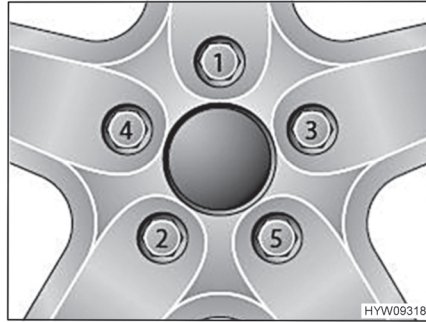

Bild 90 Radmuttern oder Radschrauben über Kreuz festziehen
- Radmuttern oder Radschrauben in der Reihenfolge, die in Bild 90 gezeigt ist, festziehen. Dazu einen Drehmomentschlüssel verwenden und das vorgeschriebene Anziehdrehmoment einhalten (siehe Abschnitt 13.5).
- Radmuttern oder Radschrauben regelmäßig auf festen Sitz prüfen. Radmuttern oder Radschrauben eines ausgewechselten Rades nach 50 km nachziehen. Dabei in der Reihenfolge vorgehen, die in Bild 90 gezeigt ist.
- Wenn neue oder neu lackierte Felgen verwendet werden, die Radmuttern oder Radschrauben zusätzlich nach ca. 1000 bis 5000 km nachziehen. Dabei in der Reihenfolge vorgehen, die in Bild 90 gezeigt ist.